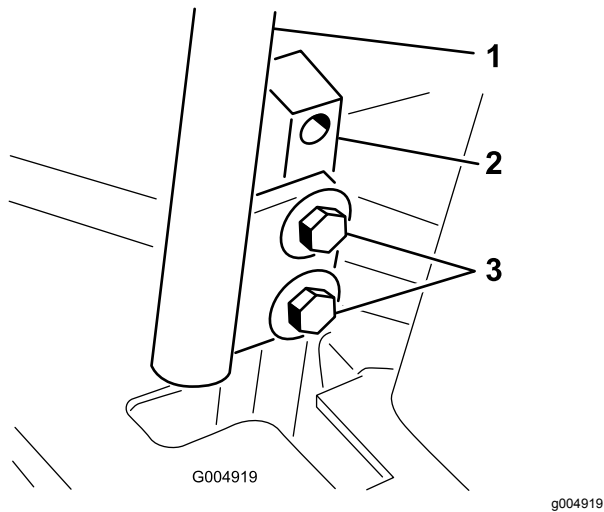

Figure 88
3. Desserrez les boulons de fixation des leviers de commande (Figure 88).